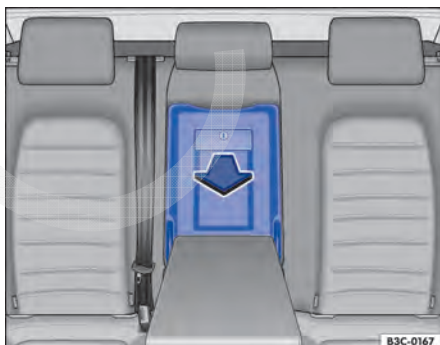

Fig. 106 No encosto do banco traseiro: abrir o dispositivo para transporte de objetos longos.
- Puxar a alavanca de destravamento ⇒ Fig. 106 e rebater a tampa do dispositivo para transporte de objetos longos completamente para a frente, na direção da seta.